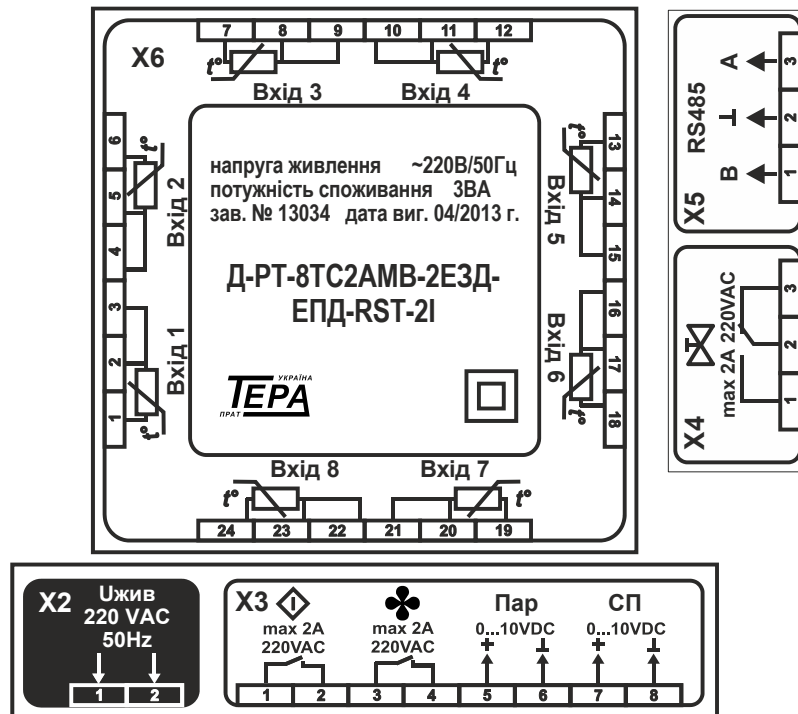

Рисунок 7.3 – Схема підключення прибора
7.3 Здійсніть підключення датчиків та мережі живлення відповідно до п. 8. Призначення, положення та нумерація контактів підключення показані на задній панелі приладу (див. рис. 7.3). Під час монтажу зовнішніх зв'язків необхідно забезпечити надійний контакт клемника приладу з провідниками, для цього рекомендується ретельно зачистити та залудити їх виводи. Переріз жил не повинен перевищувати 1 мм². Під'єднання дротів здійснюється під гвинт.